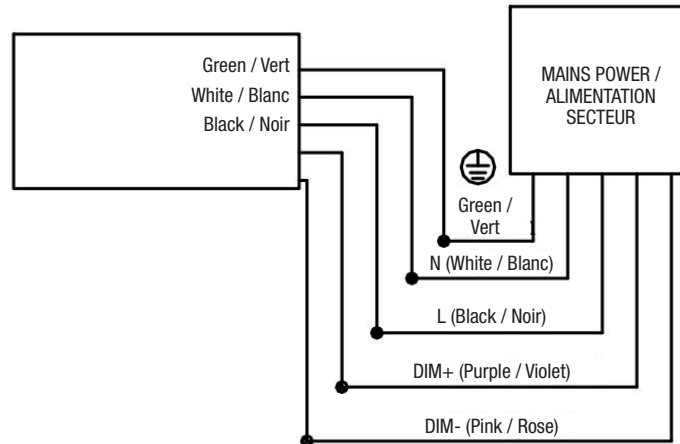

Fig. 12
2. Wire it correctly as shown in Figure 12.
2. Câblez-le correctement comme indiqué dans la figure 12.